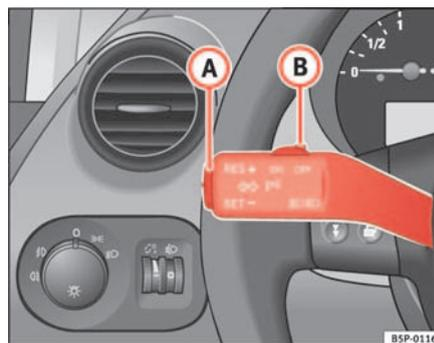

Fig. 141 Levier des clignotants et de l'inverseur-codes : commandes du régulateur de vitesse
- Appuyer sur la partie supérieure **RES** ⇒ fig. 141 de la commande à bascule **A** pour augmenter la vitesse. Tant que vous maintenez enfoncée la commande à bascule, le véhicule accélère. Lorsque vous lâchez la commande à bascule, la nouvelle vitesse est mémorisée.
Si vous diminuez la vitesse mémorisée en appuyant sur la pédale de frein, le régulateur se désactive. Vous pouvez réactiver le régulateur en appuyant une seule fois sur la partie supérieure **RES+** → page 180, fig. 141 de la commande à bascule **(A)**.